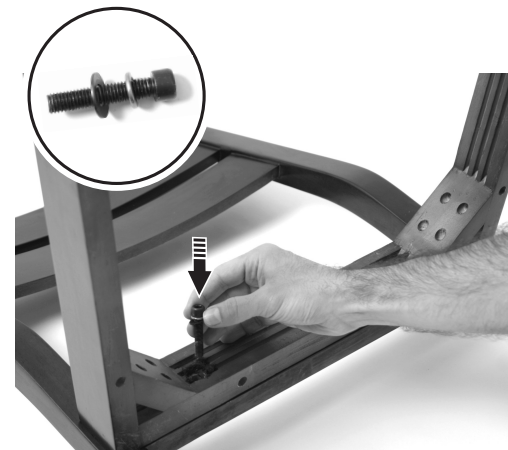

Figure 5
- Attach the seat frame (B) to the back frame (A) using two of the back frame bolts (G), two of the split washers (J), and two flat washers (K), as shown in figure 5. Do not tighten bolts until both bolts are inserted. **THEN, TIGHTEN BOTH BOLTS SECURELY** using the supplied hex key (N), as shown in figure 6.
**DO NOT screw the seat to the seat frame at this time. The right arm frame (D) and the left arm frame (E) must be assembled first.**
- Fixer le cadre d'assise (B) au cadre du dossier (A) avec deux vis de cadre de dossier (G), deux rondelles fendue (J) et deux rondelles plates (K), comme illustré à la figure 5. Ne pas serrer complètement les vis avant que les deux soient en place. **SERRER ENSUITE LES DEUX VIS FERMEMENT** avec la clé hexagonale fournie (N), comme illustré à la figure 6.